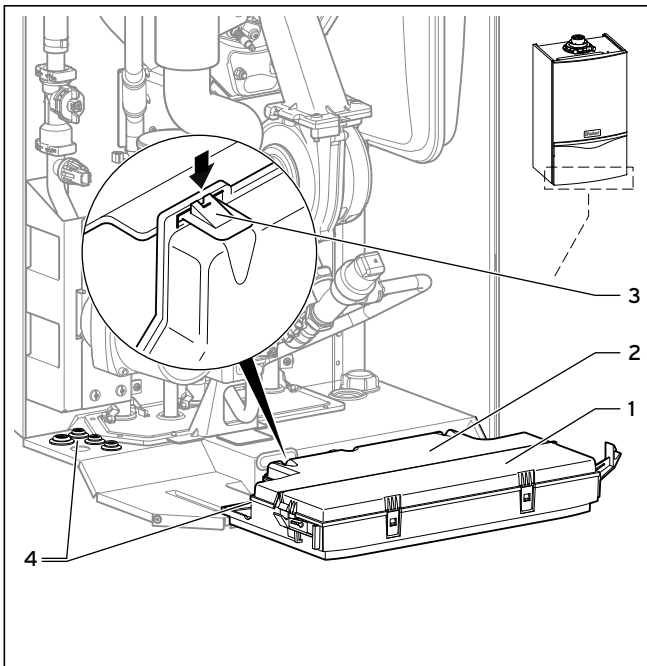

Abb. 5.6 Rückwand der Elektronikbox öffnen
- Nehmen Sie die Frontverkleidung des Gerätes ab (siehe Kap. 4.8) und klappen Sie die Elektronikbox (1, Abb. 5.6) nach vorn.
- Clipsen Sie den hinteren Deckel (2) der Elektronikbox an den Stellen (3) aus und klappen Sie den Deckel hoch.
- Führen Sie das Netzanschlusskabel durch die freigewordene Kabeldurchführung (4). Verwenden Sie die beiliegende Tülle (im Beipack) zur Abdichtung der Öffnung.
- Nehmen Sie die Frontverkleidung des Gerätes ab (siehe Kap. 4.8) und klappen Sie die Elektronikbox (1) nach vorn (siehe Abb. 5.6).
- Clipsen Sie den hinteren Deckel (2) der Elektronikbox an den Stellen (3) aus und klappen Sie den Deckel hoch (siehe Abb. 5.6).
- Führen Sie die Anschlussleitungen der jeweiligen, anzuschließenden Komponenten durch die Kabeldurchführungen (4) links an der Geräteunterseite (siehe Abb. 5.6)